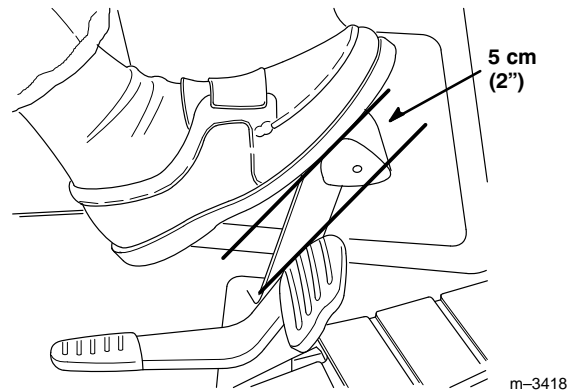

Figure 36
3. Appuyer sur la pédale de frein. Il devrait y avoir une course libre de 5 cm (2") (Fig. 36) avant que le frein ne commence à agir.